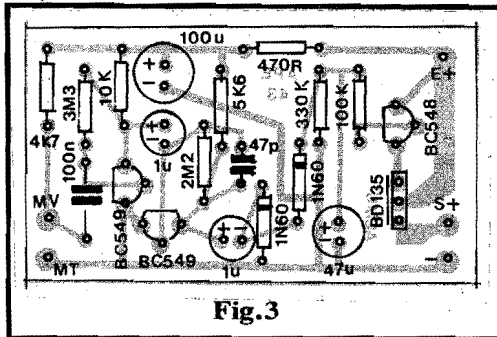

Fig. 3
- FIG. 3 - CHAPEADO DA MONTAGEM - Também sem problemas, dada a grande simplicidade... É só não errar a colocação dos componentes, quanto às suas posições (transistores, diodos e capacitores eletrolítico), códigos e valores. O "catecismo" do Hobbyista, configurado nas INSTRUÇÕES GERAIS PARA AS MONTAGENS e TABELÃO APE, está sempre nas páginas primeiras de toda Revista, para ser consultado quando pintarem dúvidas... De qualquer modo, af vão alguns "toques" importantes: atenção ao posicionamento dos transistores, sendo que os "BCs" estão referenciados pelos seus lados "chatos", enquanto que o "BD" tem sua face metalizada virada para o lado "de dentro" da placa; os diodos têm uma faixinha ou anel em cor contrastante, indicando o correto direcionamento da peça (corresponde ao terminal de **catodo**); os capacitores eletrolíticos apresentam polaridade nos terminais, claramente indicadas no chapeado, e nos próprios corpos dos componentes... Cuidado, também, com a perfeita identificação dos valores dos resistores... Terminadas as ligações, não só o lado dos componentes deve ser verificado, mas também a face cobreada, na busca de soldagens imperfeitas (que devem - obviamente - ser corrigidas...). Lembrar sempre que bons pontos de solda devem ficar pequenos (mas não "insuficientes"...), lisos e brilhantes, sem "corrimentos" para fora das áreas cobreadas...